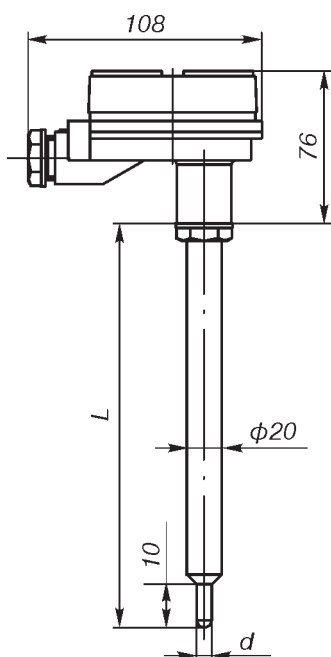

Рис.4.
**Назначение:** преобразователи термоэлектрические **ТХА Метран-231** и **ТХК Метран-232** по рис.4, 5 предназначены для измерения температуры продуктов сгорания жидкого или газообразного топлива в пульсирующем потоке, движущемся со скоростью до 170 м/с с давлением до 3 МПа; скорость изменения температуры измеряемой среды до 150°С/мин.